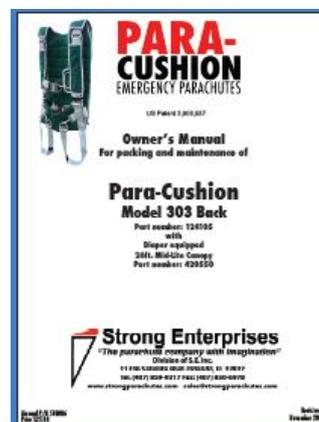

Figura 1 (Paracaídas de emergencia)
- Los paracaídas de emergencia, en general, han sido diseñados bastante resistentes, pero no son indestructibles ni eternos. (Figura 1)